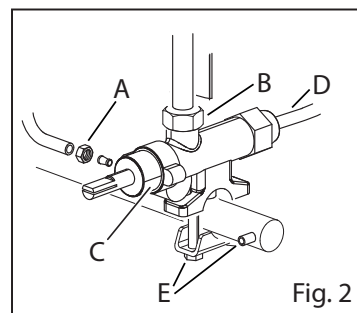

Fig. 2
- Aprire il rubinetto di intercettazione a monte dell'apparecchiatura (Fig. 2);
- Rimontare la vite con rondella di tenuta gas nell'apposito alloggiamento, aprire il rubinetto di intercettazione a monte dell'apparecchiatura (Fig. 2) e verificare accendendo il bruciatore che non vi siano perdite di gas.
- Smontare se del caso la candelella onde evitare di danneggiarla durante la sostituzione dell'iniettore (Fig. 2).
- Svitare il dado e smontare l'iniettore pilota (l'iniettore è agganciato al bicono - Fig. 2).
- Avvitare il dado con il nuovo iniettore (Fig. 2).
- Rimontare la candelella (Fig. 2).
Nei modelli previsti, la portata termica ridotta viene ottenuta con la vite del minimo by-pass (Fig. 2) "calibrata" e avvitata a fondo (vedi Tabella Gas di riferimento).
- Regolare la vite del minimo by pass (Fig. 2/A)
- Svitare gli ugelli (Fig. 2/B) e avvitarli nella posizione corrispondente scelta
- Asportare la targhetta potenza (Fig. 2/C) e collocarla sul bruciatore corrispondente
- Svitare distanziale (Fig. 2/D) e avvitarlo nella flangia desiderata
- Svitare i collegamenti entrata (per es. Fig. 2/E) ed uscita gas (Fig. 2/A e B)
- Svitare la termocoppia (Fig. 2/D)
- Svitare la termocoppia dal rubinetto (Fig. 2/D)